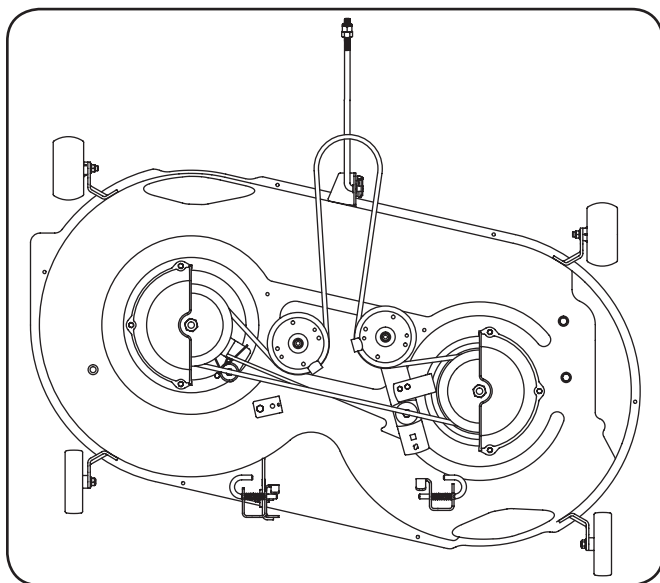

Figure 7-7
7. Coloque la correa nueva como se muestra en la Fig. 7-7.